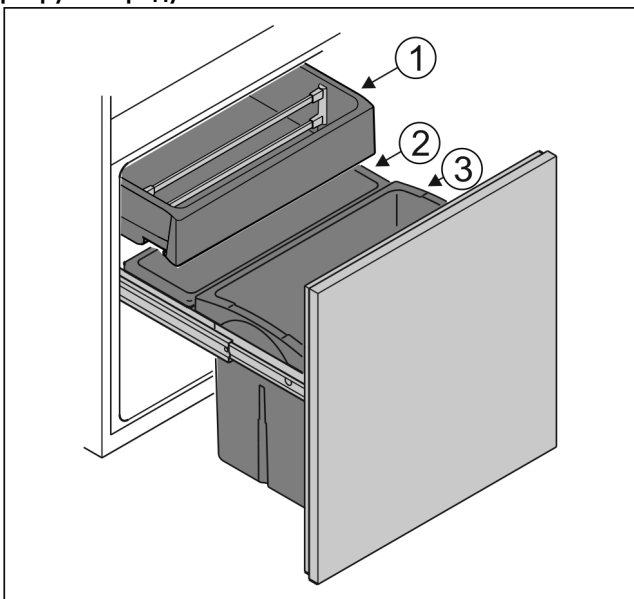

Fig. 4
- ▶ Резервуар *Fig. 4 (1)*: Вложить не упакованные южные фрукты и овощи.
- ▶ Резервуар *Fig. 4 (2)*: Вложить не упакованные мелкие фрукты и овощи.
- ▶ Резервуар *Fig. 4 (3)*: Вставить отдельные бутылки.